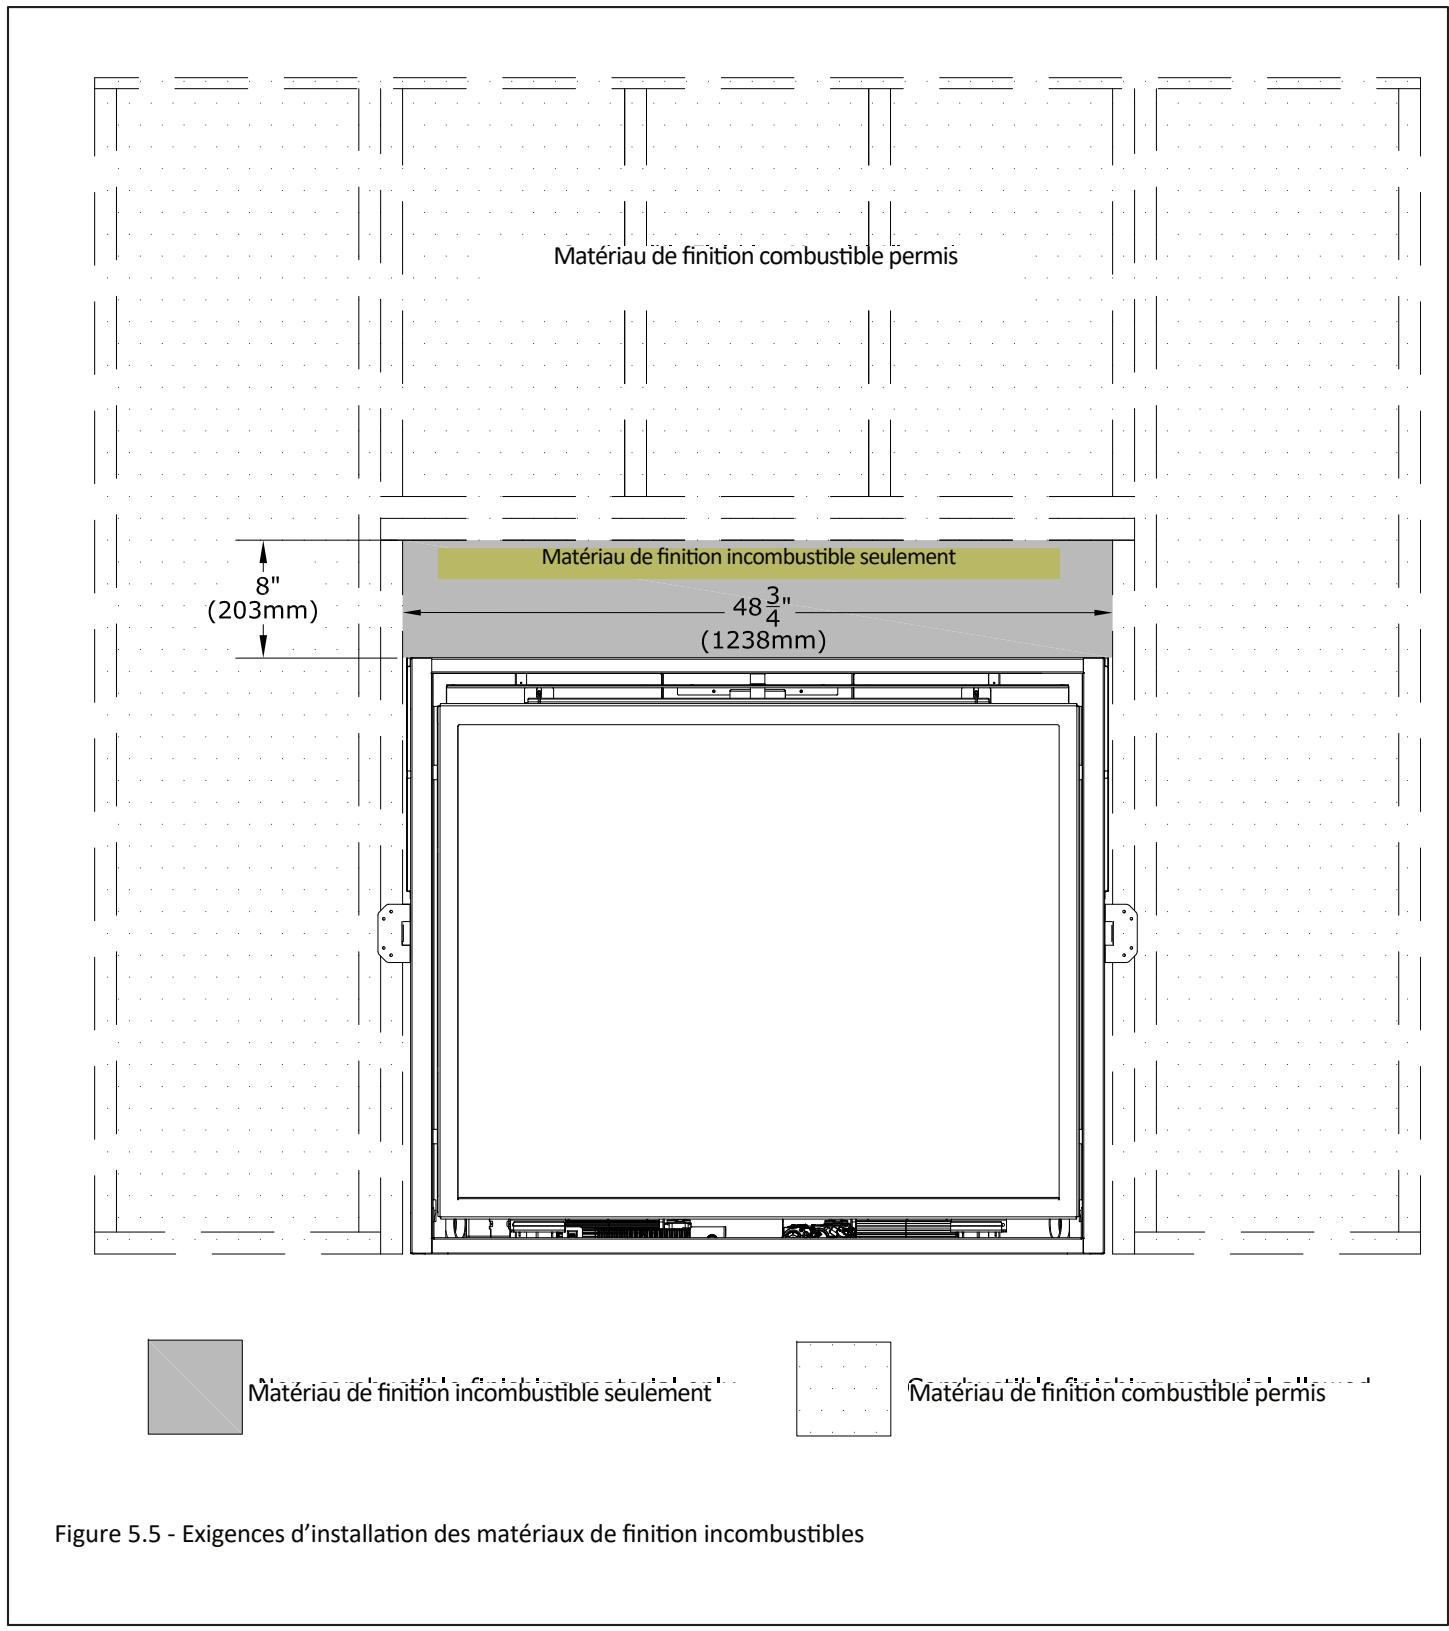

Figure 5.5 - Exigences d'installation des matériaux de finition incombustibles
- Un panneau incombustible de 50-1/4 po x 8-3/4 po est fourni avec ce foyer. Ce panneau couvre plus que la surface de façade incombustible exigée. Voir la Figure 5.5 (Zone de finition incombustible) pour les exigences minimums concernant les matériaux de finition incombustibles.